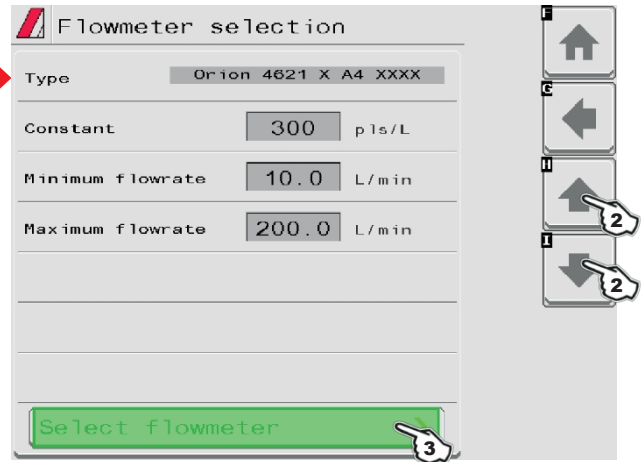

Fig. 44
- 1 Indstil den installerede flowmåler ved at vælge den fra listen i fig. 44 (brug tast 2 til at rulle i elementerne, og tast 3 til at bekræfte).